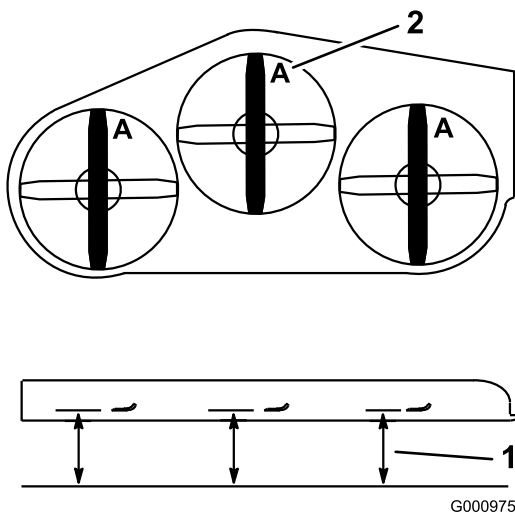
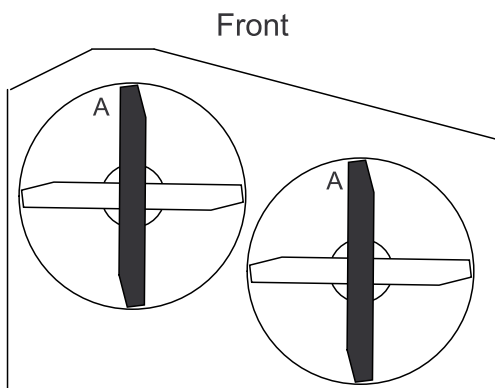

Figura 54
Figura 55
3. Gire las cuchillas hasta que los extremos estén orientados hacia adelante y hacia atrás. Mida desde una superficie nivelada hasta el filo de corte, posición **A**, de las cuchillas (Figura 54). Anote esta dimensión. Para las plataformas de cortacésped de 36 pulgadas, consulte la Figura 55.